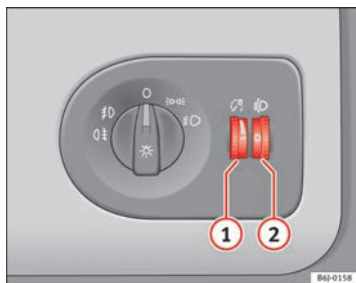

Fig. 56 Planche de bord : régulateurs d'éclairage des cadrans et commandes et du site des projecteurs
Lorsque l'éclairage est mis, la luminosité du rhéostat d'éclairage des cadrans et des commandes peut toujours être réglée en tournant la molette ⇒ fig. 56 ①.